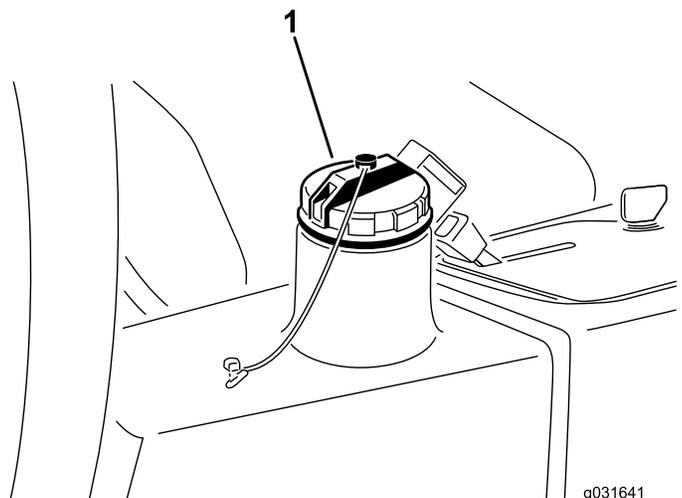

图 63
2. 清理加油颈和液压油箱盖周围的区域 图 63。
3. 卸下液压油箱盖 图 63。